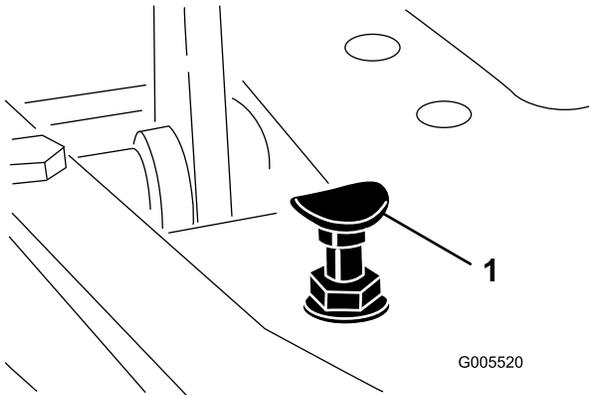

Bild 54
Stellen Sie den Funktionsschalthebel in die Transportstellung und drücken Sie das Gaspedal nach unten, um die maximale Transportgeschwindigkeit zu erreichen. Wenn das Pedal den Anschlag erreicht (Bild 54), bevor das Kabel gespannt ist, müssen Sie die Einstellung ändern:
1. Stellen Sie den Funktionsschalthebel in die Transportstellung lösen Sie die Sicherungsmutter, mit der der Pedalstopp an der Grundplatte befestigt ist (Bild 54).